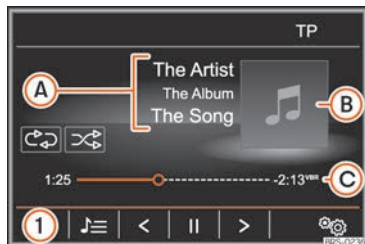

Fig. 210 Menu principal MEDIA
- Appuyez sur la touche **MÉDIAS** du système d'infodivertissement pour accéder au menu principal **MÉDIAS** » » **fig. 210**.